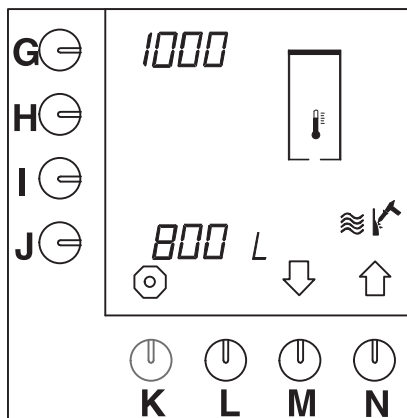

Fig. 51 Avkalkningssignal varmvattensystem
- Avkalkningssignalen för varmvattensystemet är vid alla typer inställd på 1000 liter, se positionen bredvid valtangenten (G.) i fig. 51.
- Tryck på valtangenten (M.)↓ tills fig. 51 visas på displayen.